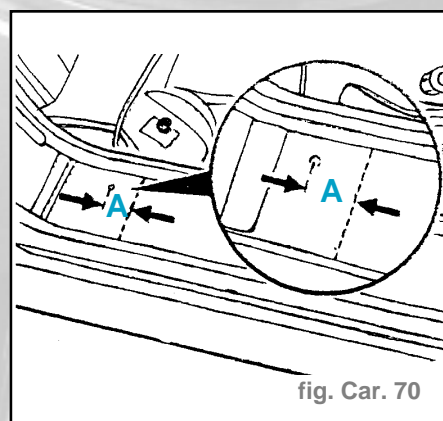

fig. Car. 70
- Déterminer et tracer la ligne de coupe devant le pied avant (fig. Car. 70).
- Cote (A) = **40 mm** en partant du centre du trou de  $\varnothing 6$  mm.